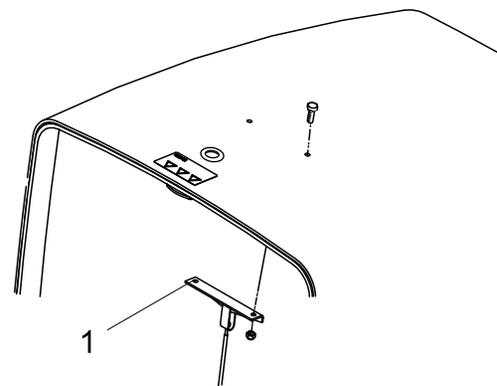

図 4
1. フードケーブルブラケットをフードの裏側に固定しているねじ 2 本とナットを外して捨てる図 4。